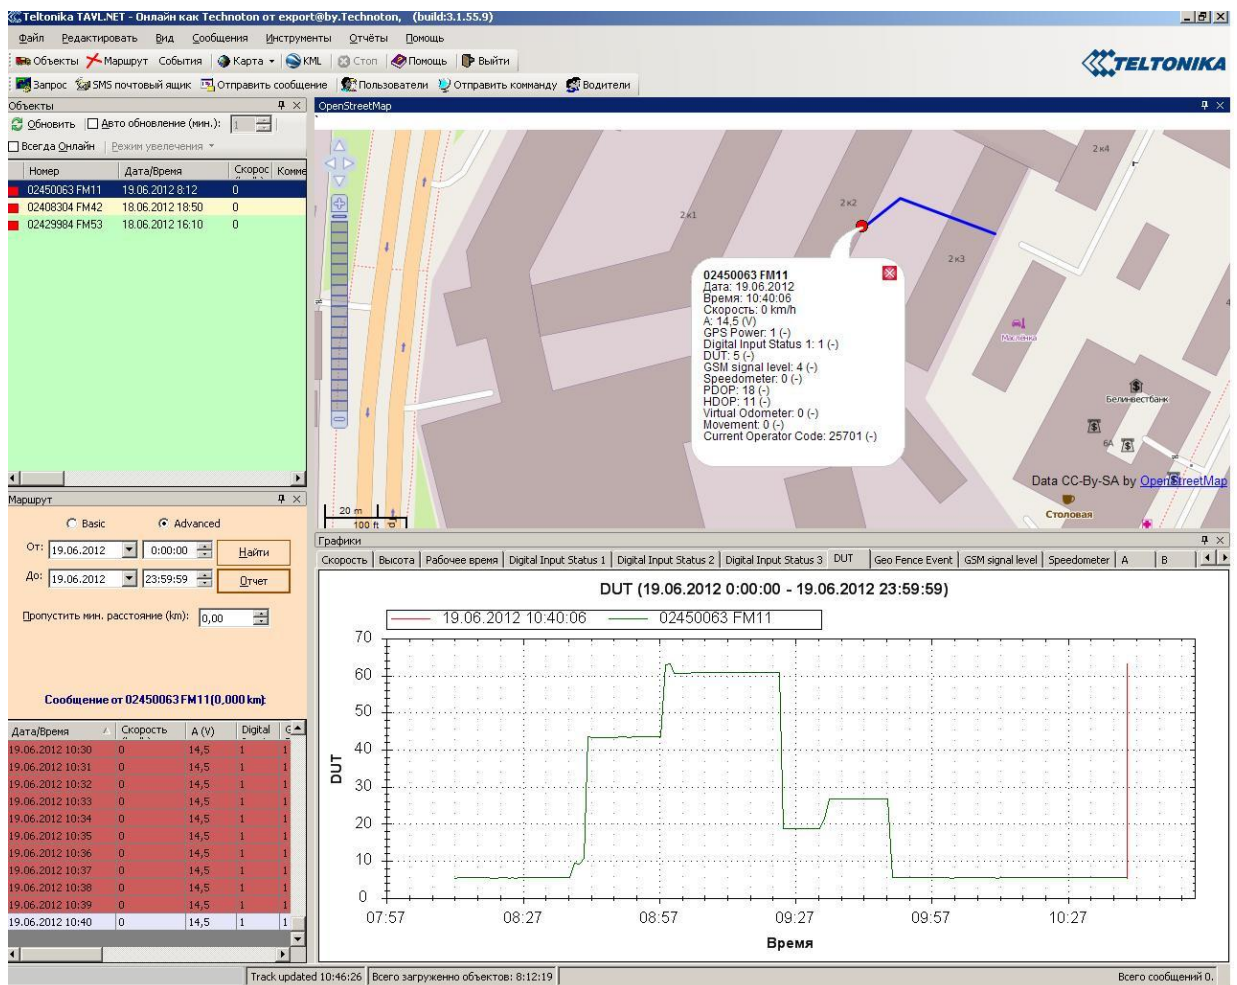

Рисунок 2
3.4. Для проверки правильности введенных данных и корректной работы визуально в окне аналитического ПО TAVL.NET проверить корректность данных (Рис. 2).